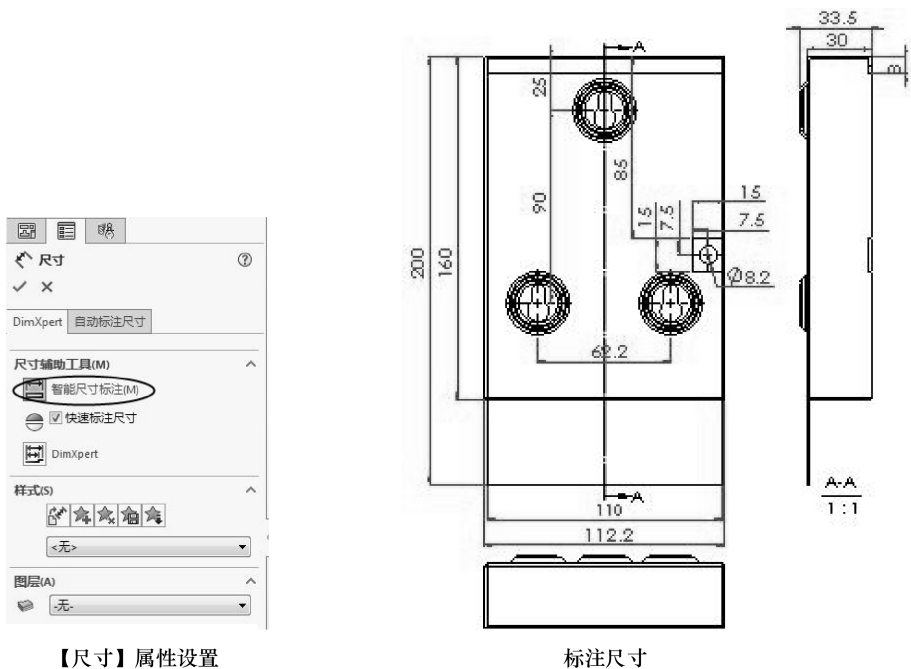

图 10-62 标注工程图尺寸
- 13 利用智能尺寸标注基本尺寸。单击【注解】选项卡中【智能尺寸】按钮, 在【智能尺寸】属性面板中设定选项, 标注工程图尺寸, 如图 10-62 所示。